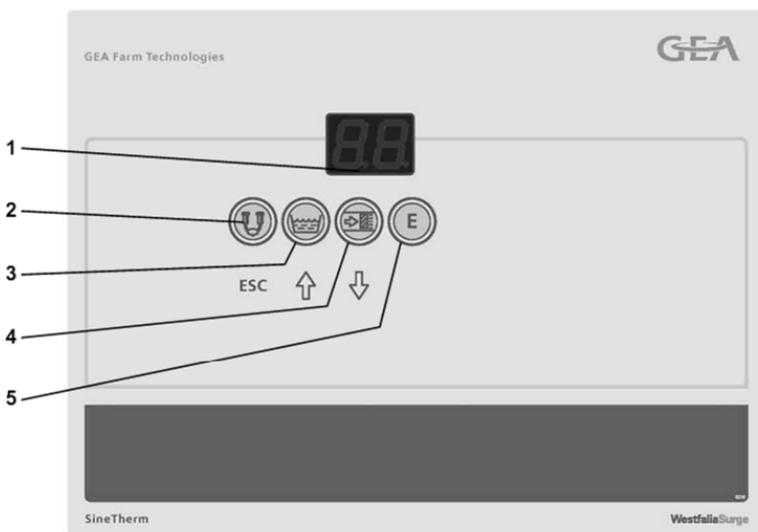

Рисунок 2.31 – Пульт управления:
- Режимы и функции отображаются на дисплее (рис. 2.31).